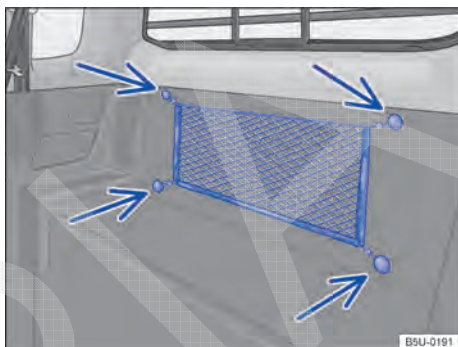

Fig. 152 No compartimento interno de bagagem: rede para cargas leves.
- Prender os olhais da rede nos fixadores → Fig. 152 (setas) existentes no compartimento de bagagem.